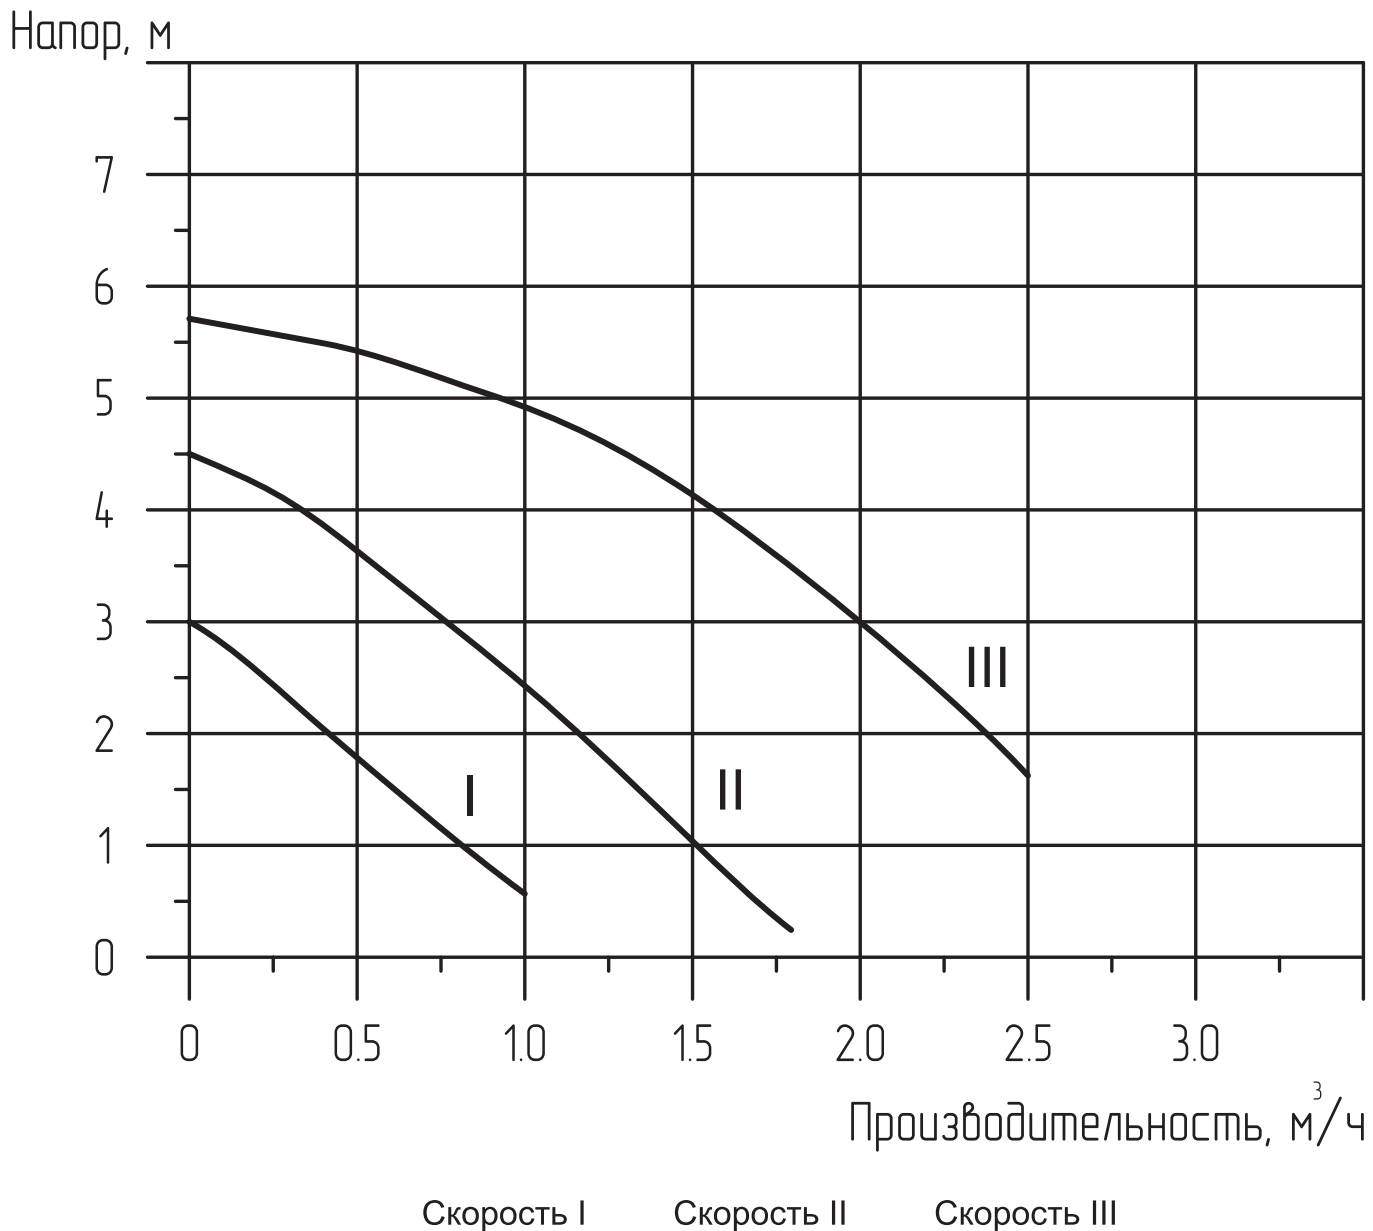

Рис. 1 Остаточный напор для циркуляционного насоса 15-6S (для котлов ZOTA МК-X Slim и ZOTA МК-X Slim Grey 6-24 кВт)
* График остаточного напора для циркуляционных насосов показан на **Рис. 1**